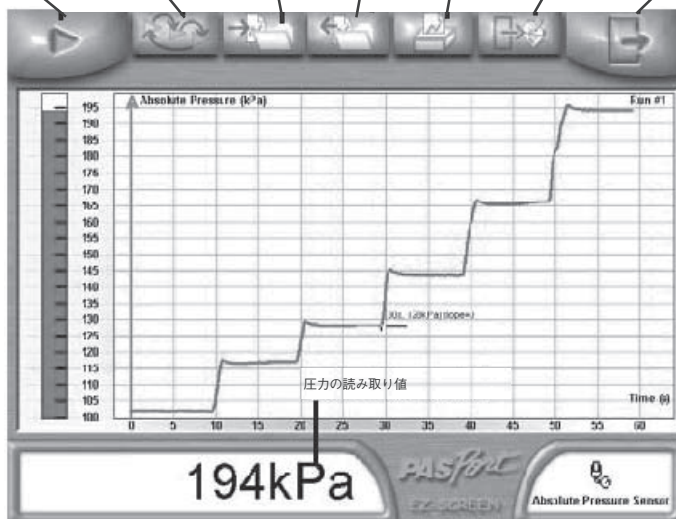

図3：圧力センサのEZscreen
6. “停止” ボタンをクリックします。結果のグラフは図 3 の EZscreen のグラフと類似しているはずです。どのステップがどの体積に対応しているか確認してください。